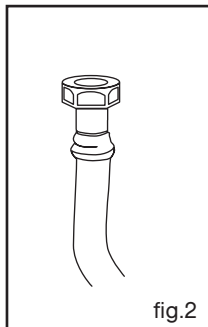

fig.2
- Cote de profondeur d'encastrement entre le mur à l'arrière et l'avant de l'appareil : **610 mm** (voir fig. 2, vue de dessus).
- soit par un raccord rigide (tuyauterie en cuivre) (fig. 2).